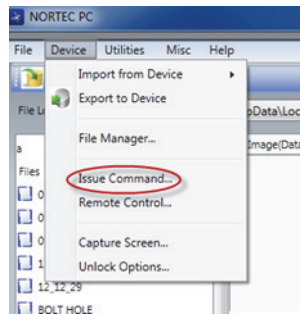

Abbildung 6-17 Menü Device mit Zeile Issue Command
1. Wählen Sie im Menü **Device** die Zeile **Issue Command** aus (siehe Abbildung 6-17 auf Seite 335).